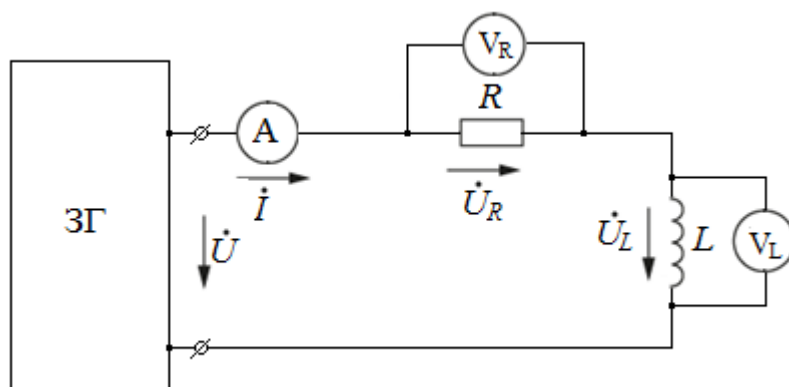

Рисунок 3.1
3.1.3 Для схемы (рисунок 3.1) записать формулы для расчета:
3.2.1 Собрать цепь по схеме (рисунок 3.1), установить параметры цепи согласно заданному варианту (таблица 3.1). Измерить ток, напряжения на входе цепи и на каждом элементе. Результаты измерений занести в таблицу 3.2.
3.3.2 По данным таблицы 3.2 построить векторную диаграмму тока и напряжений для схемы (рисунок 3.1). Проверить выполнение второго закона Кирхгофа.